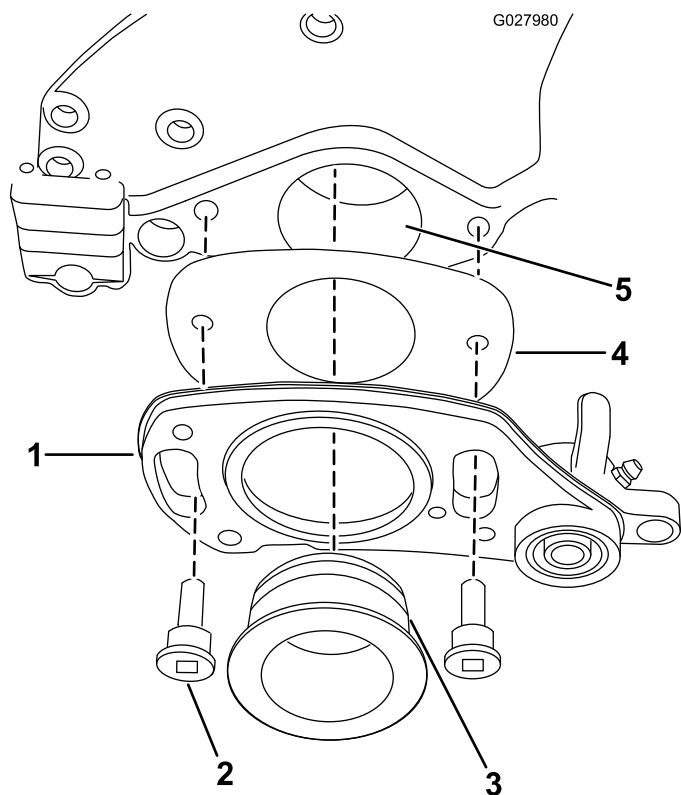

Figura 4
8. Coloque el suplemento en la parte trasera de la transmisión de la derecha, según se muestra en *Figura 4*.
9. Aplique una capa ligera de grasa a la junta tórica y al casquillo (Figura 4).
10. Sujete la transmisión derecha con 2 pernos de cuello largo (Figura 4).